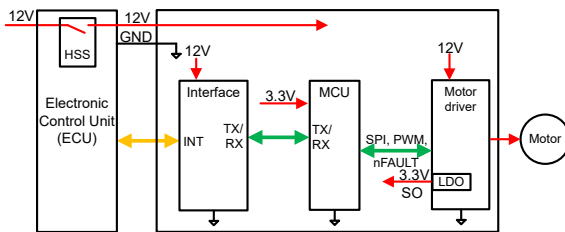

图 4. 基于上层高侧开关的低功耗模式
- 图 4 展示了在上层 ECU 中集成高侧开关 (HSS) 或电子保险丝 (eFuse) 以实现低功耗模式的实现方案。该配置可将边缘节点的功耗降至零，这得益于 TI 完善的高侧开关产品组合，部分型号还可选配 I²T 线缆保护功能，进一步提升系统可靠性。